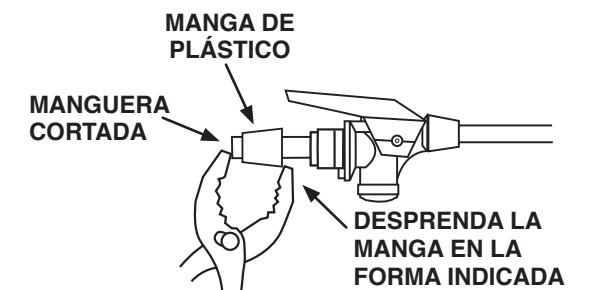

FIGURA 9
- Si la fuga se debe a que la manguera está agrietada o dañada, córtela detrás de la manga, desprenda la manga con tenazas tal como se muestra y corte el resto de la manguera de la conexión del cabezal. (Figura 9)